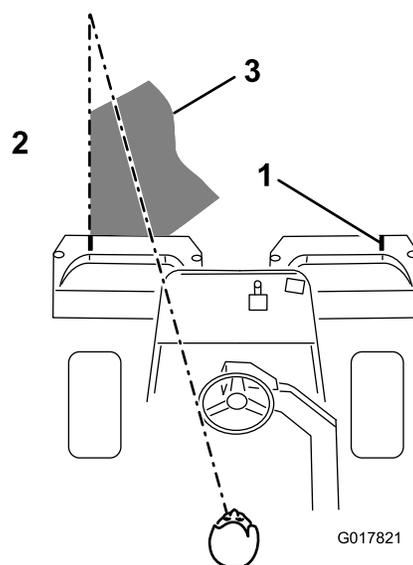

Figura 39
3. Durante le passate di ritorno sovrapponetevi uno spazio minimo alla falciatura precedente. Per tosare in linea retta il green e mantenere la macchina alla medesima distanza dal bordo della falciatura precedente, immaginate una linea da 1,8–3 m circa davanti alla macchina fino al bordo della sezione di green da tosare (Figura 39). Potrebbe essere utile includere nella linea di collimazione il bordo esterno del volante, vale a dire, tenere allineato il bordo del volante con un punto che si trovi sempre alla stessa distanza dalla parte anteriore della macchina (Figura 39).